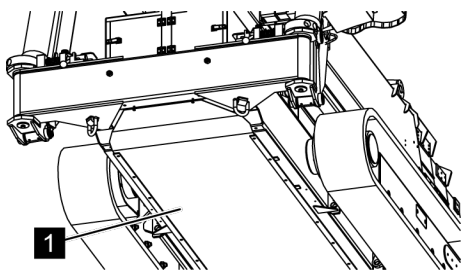

Fig. 170: Fixer la tôle du fond
9. ➔ Bien visser la tôle du fond (Voir la Fig. 170/1).